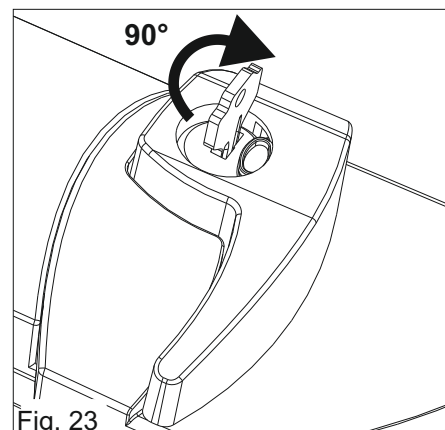

Fig. 23
- 2) Insérez la clé de déverrouillage et tournez à 90° dans le sens des aiguilles d'une montre (Fig. 23)